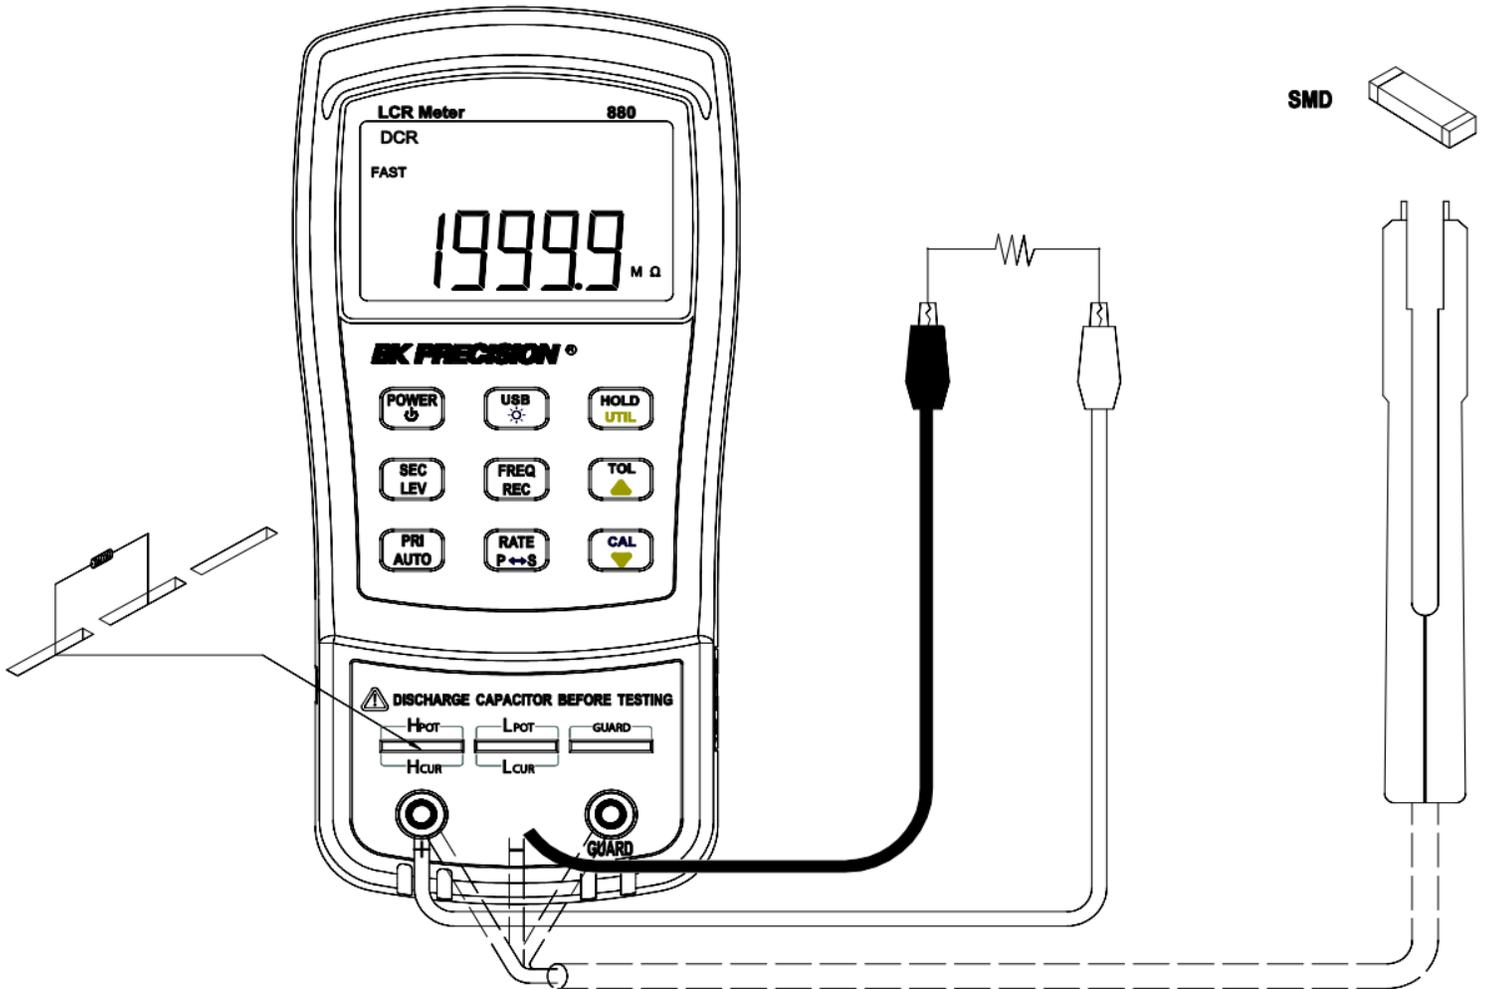

图 15-阻抗测量设置
3. 将元件插入输入插座或将鳄鱼线连接到香蕉插孔输入端子，并将夹子连接到元件引线，如图 15-阻抗测量设置所示